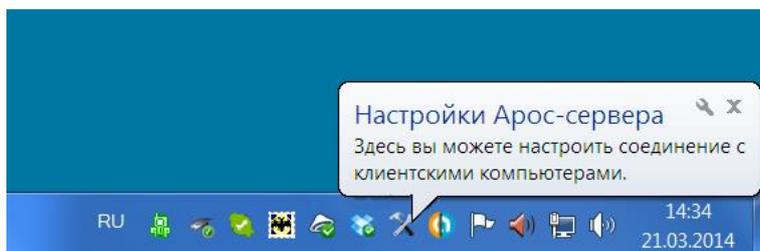

Рис. 1.6. Значок «Арос-Сервер» на панели инструментов
1. После установки программы «Арос-Сервер» на Панели задач появится её значок (рис. 1.6)